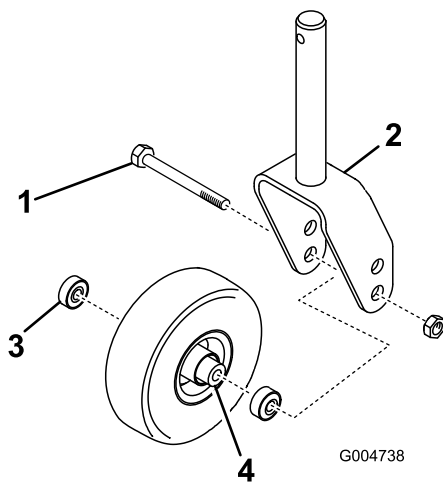

Bild 28
1. Entfernen Sie die Sicherungsmutter von der Schraube, mit der das Laufrad an der der Gabel befestigt ist (Bild 28). Halten Sie das Laufrad fest und schieben die Schraube aus der Gabel oder vom Gelenkarm ab.
- Entfernen Sie das Lager aus der Radnabe und lassen das Lagerdistanzstück herausfallen (Bild 28). Entfernen Sie das Lager aus der gegenüberliegenden Seite der Radnabe.